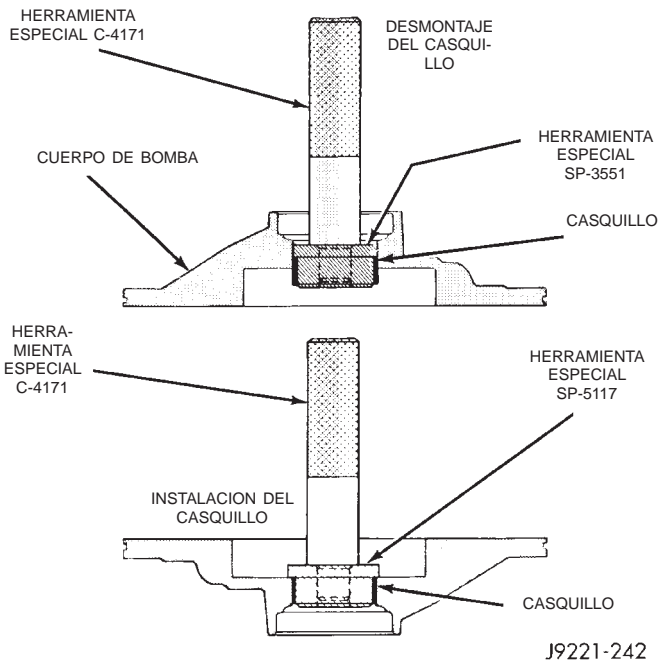

Fig. 123 Desmontaje del casquillo de la bomba de aceite
- (1) Retire el casquillo de la bomba con el Mango C-4171 y el Extractor de casquillos SP-3551 del juego de herramientas C-3887-J (Fig. 123).
- (2) Instale un casquillo de bomba nuevo con el Mango C-4171 y el instalador de casquillos SP-5117 (Fig. 123). El casquillo debería estar al ras del hueco del cuerpo de bomba.